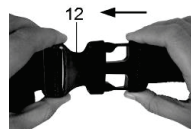

Fig. 21
- Conectați cuplele rapide (12) (Fig. 21) pe fiecare parte. Puneți unitatea în spate.